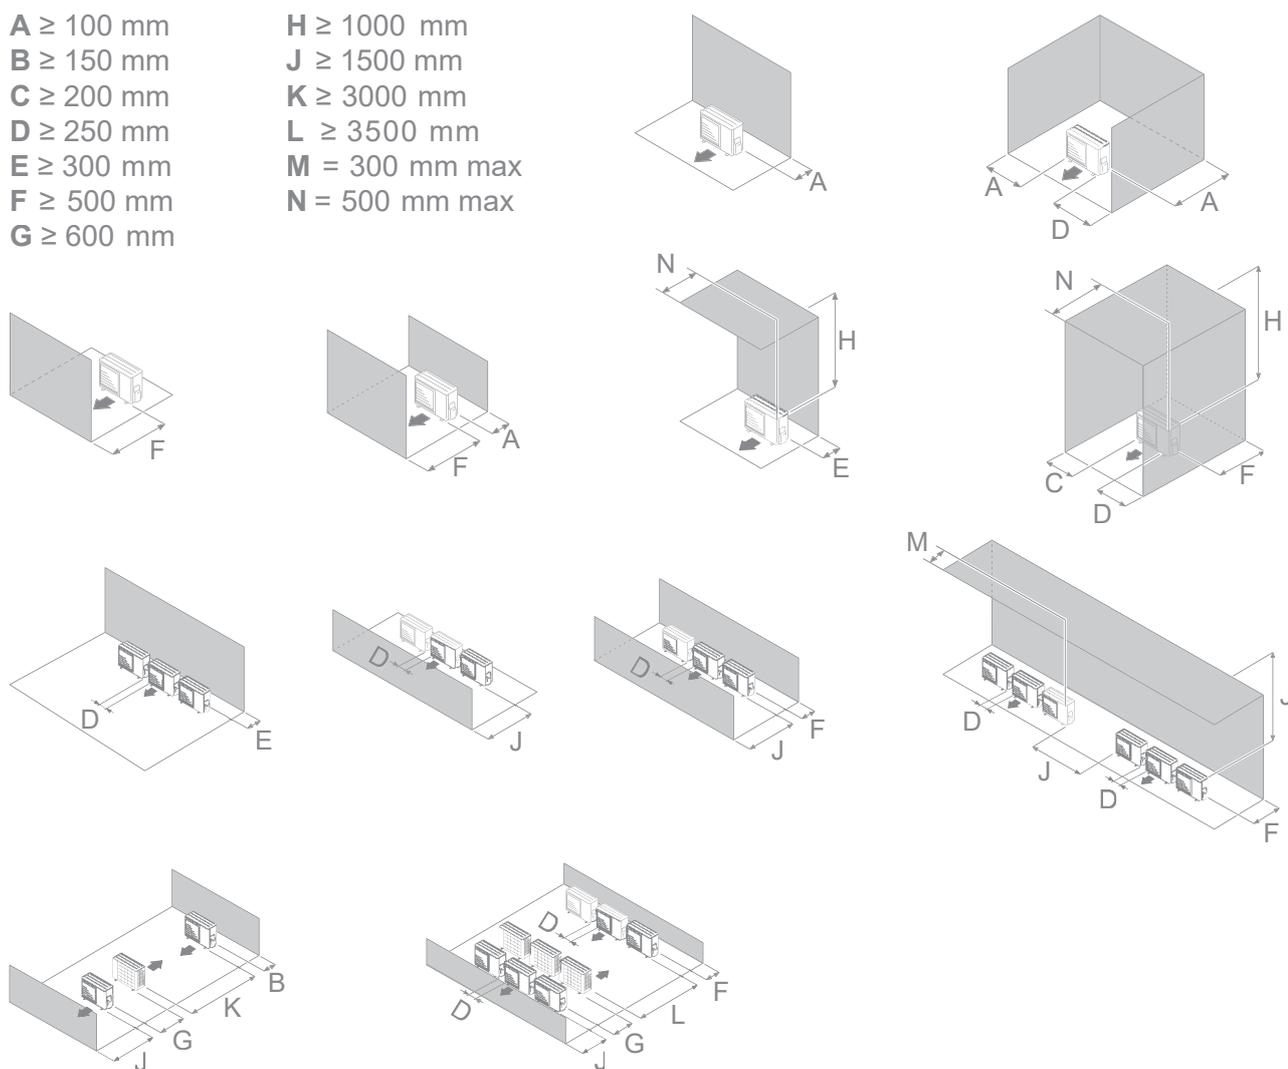

fig. 18 - *Dégagements minimum d'installation autour de l'unité extérieure*
- En fonctionnement, de l'eau peut s'évacuer de l'unité extérieure. Ne pas installer l'appareil sur une terrasse, mais préférer un endroit drainé (lit de graviers ou sable). Si l'installation est réalisée dans une région où la température peut être inférieure à 0°C pendant une longue période, vérifier que la présence de glace ne présente aucun danger. Il est aussi possible de raccorder un tuyau d'évacuation sur le bac de récupération de condensats (option) ("Fig. 18 page 17).